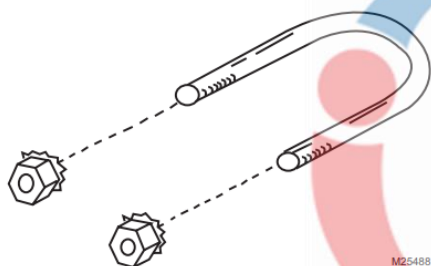

Fig. 4. Conjunto de parafusos em U.
1. O eixo de transmissão do atuador MLx984 tem um furo roscado de 1/4-28 UNF para conectar com a haste da válvula. Deslize o grampo U sobre capa da válvula (Fig. 4).
3. Deve-se ter cuidado ao usar ferramentas na haste da válvula durante o aperto (Fig. 4). NÃO danifique as roscas ou outras partes da haste.